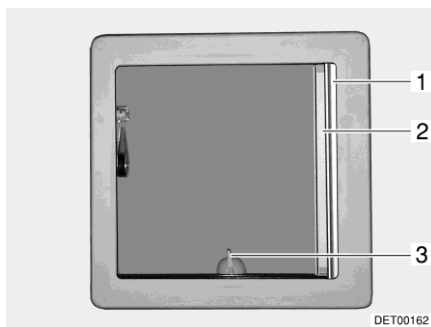
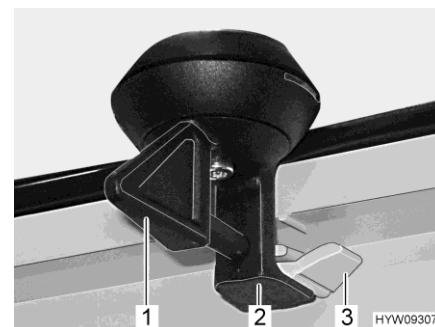

Bild 69 Uppfällbar taklucka
Bild 70 Lås (uppfällbar taklucka)
- Vrid spaken (Bild 69,3 resp. Bild 70,1) ett kvarts varv.
- Vrid spaken ett kvarts varv. Låset (Bild 70,2) måste glida in i den nedre spärren (Bild 70,3).
Stänga: ■ Drag ut plisségardinen (Bild 69,1) och släpp den i önskad position. Plisségardinen stannar i denna position.
Stänga: ■ Drag ut insektsnätet (Bild 69,2) tills det hakar in i låset på motsatta sidan.